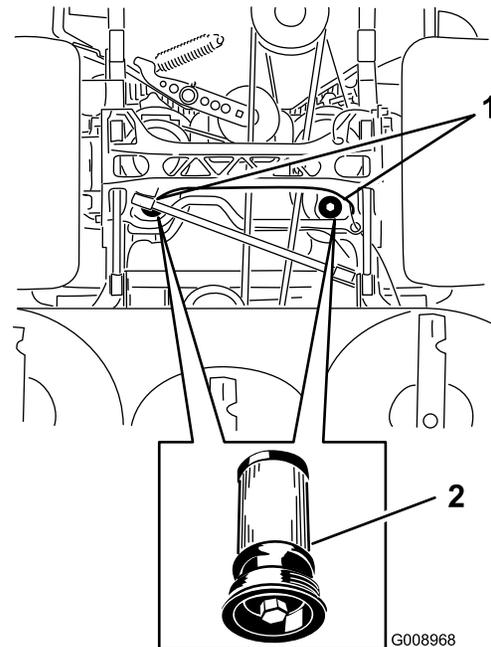

Figure 92
5. Placez un bac de vidange sous le filtre, retirez le filtre usagé et essuyez la surface (Figure 92).
6. Appliquez une fine couche d'huile hydraulique sur le joint en caoutchouc du filtre de remplacement (Figure 92).